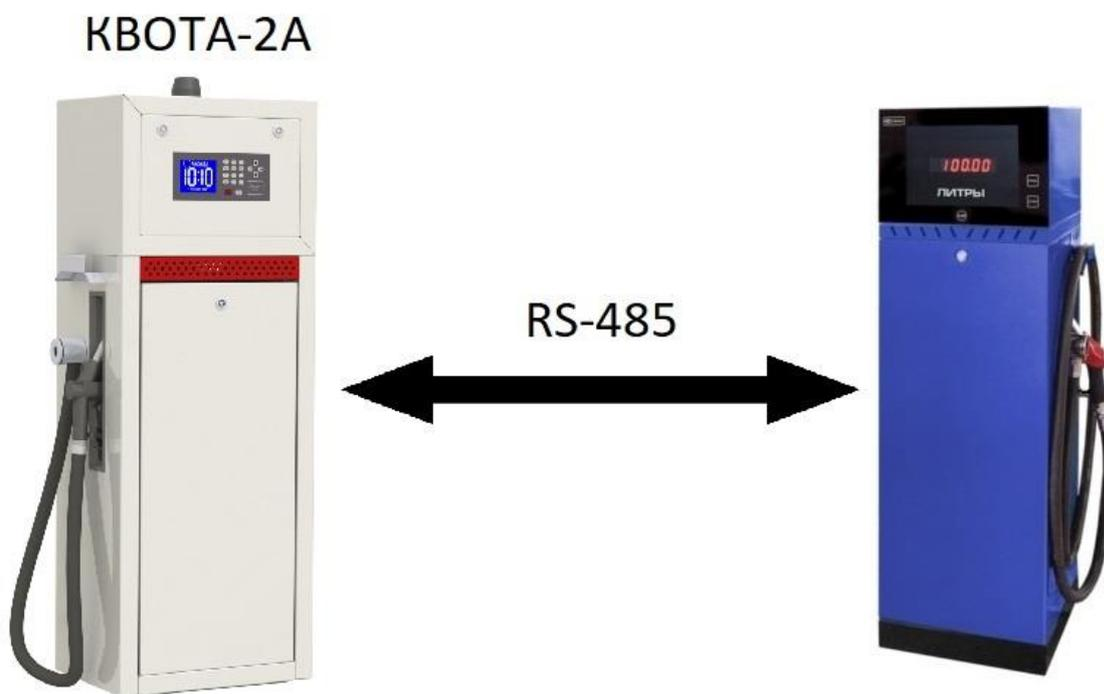
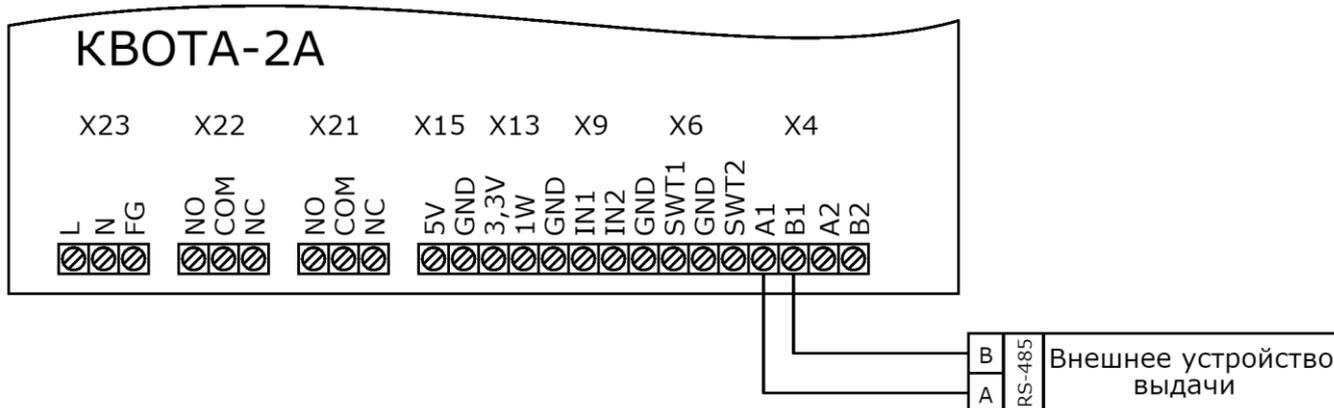

Рисунок 9
Рисунок 10
1. К насосному блоку с контроллером «КВОТА-2» может быть подключена одна однофазная колонка только по интерфейсу RS-485 (рис. 9) в соответствии с электрической схемой, представленной на рис. 10;